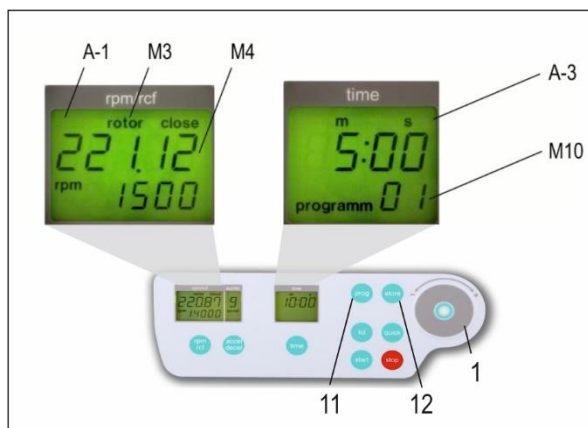

Abbildung 26
Setzen Sie den benötigten Rotor in die Zentrifuge ein. Durch Drücken der Taste „prog“ (11) erscheint im Anzeigenfeld „time“ (A-3) der Schriftzug „programm“ (siehe Abbildung 26). Mit dem Einstellfeld (1) können Sie die gewünschte Programmnummer auswählen.
Ob eine Programmnummer schon belegt ist, können Sie daran erkennen, dass im Anzeigenfeld „rpm/rcf“ (A-1) die Schriftzüge „rotor“ (M3) und „22x.xx“ (M4) erscheinen (siehe Abbildung 26). Bei freien Speicherplätzen erscheint hier eine Null.
Sämtliche mit (-Ziffer-) gekennzeichneten Textstellen beziehen sich auf Abbildung 26.